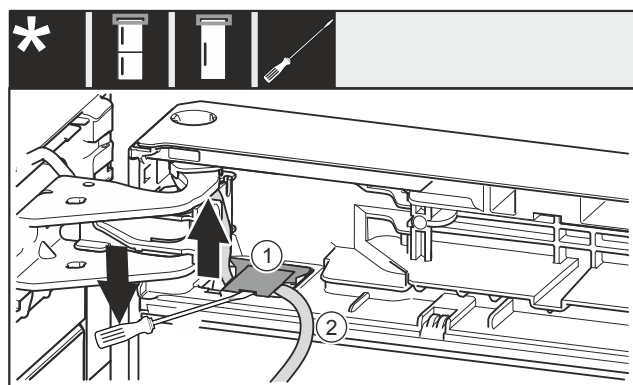

Fig. 21
- Met een platte schroevendraaier de afdekking Fig. 21 (1) optillen en wegtrekken.
- Kabel Fig. 21 (2) uittrekken.